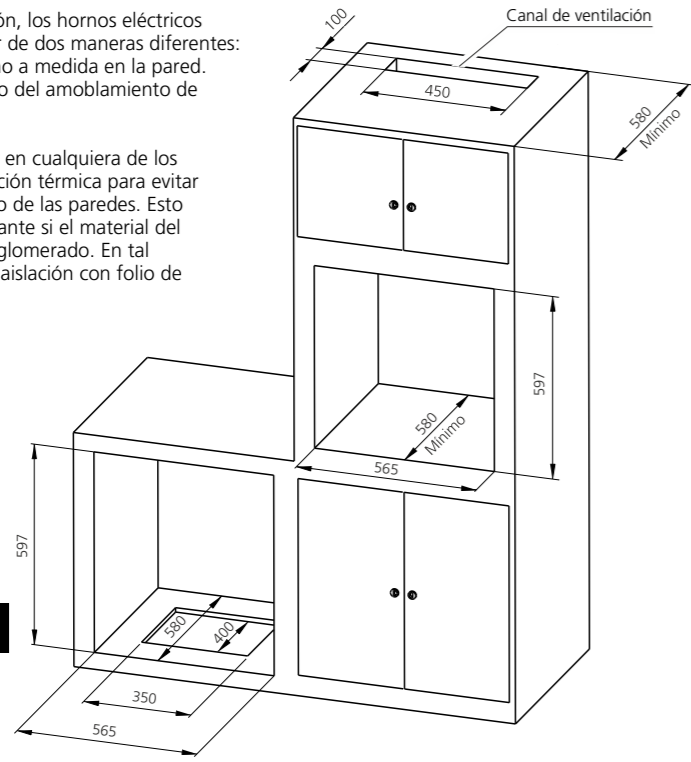

FIG. 1
- Verifique nuevamente que el artefacto cuenta con la suficiente ventilación, tal como se indica en la fig.1, ya que esta es esencial para la libre circulación de aire fresco alrededor del artefacto, asegurando un óptimo funcionamiento del mismo y preservando la baja temperatura de su alojamiento.